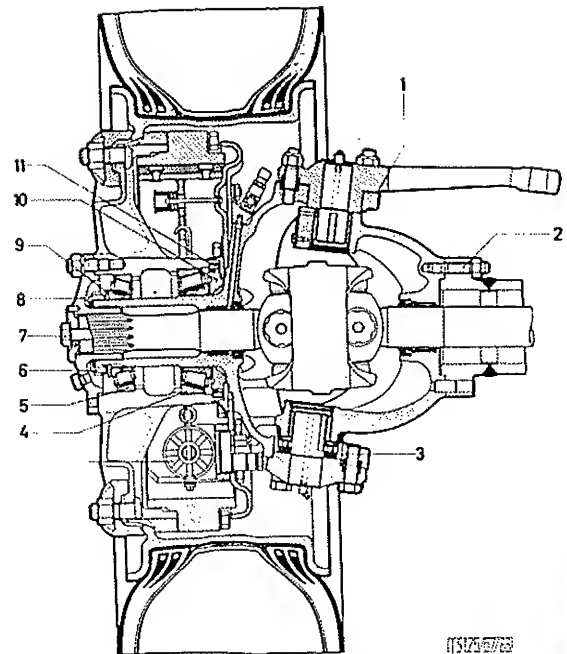

BILD 13: Vorderradlagerung
4. Die Außenringe der Kegelrollenlager gemäß ihrer Lage auf Bild 13 in die Radnabe eintreiben. Den Zwischenraum mit 200 g Radnabenfett anfüllen.